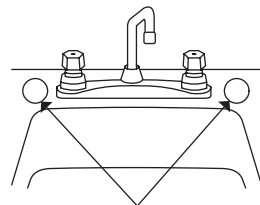

Figura 1.
1. Ubica y selecciona el punto en donde instalarás la Llave dispensadora (ver Figura 1).